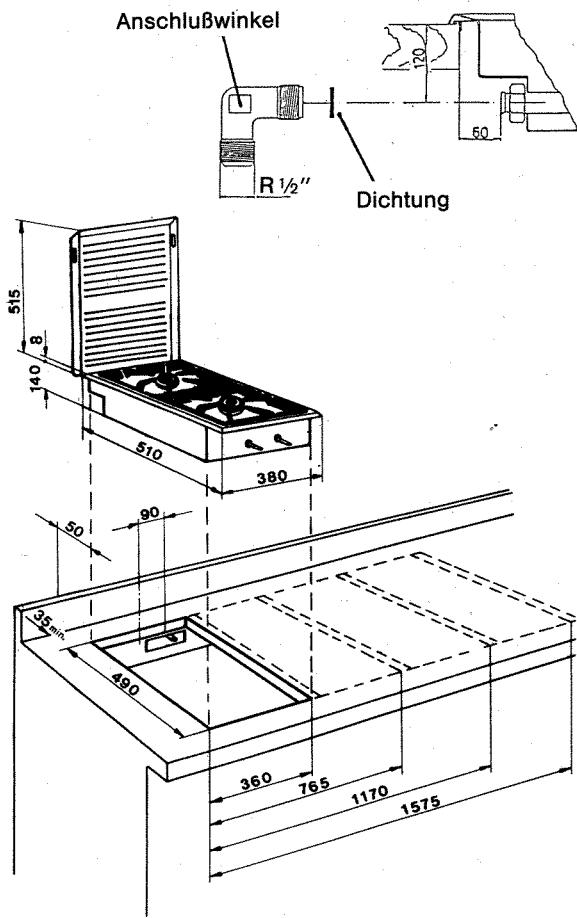

Abb. 3
Das Gerät ist mit dem beiliegenden Anschlußwinkel R 1½" und beiliegender Dichtung (siehe Abb. 3) mittels einer festen Anschlußleitung oder einem typgeprüften Gas-Sicherheitsschlauch nach DIN 3383 Teil 1 anzuschließen. Da die Temperatur der Gehäusewanne 70 K nicht übersteigt, kann auch eine Sicherheitsgasschlauchleitung aus Nichtmetall mit einer Mindesttemperaturbeständigkeit von 70 K als Anschlußleitung verwendet werden.
2. Den Arbeitsplattenausschnitt gemäß Abb. 3 ausführen. Bei Einbau eines Zwischenbodens sind von der Oberkante der Arbeitsplatte zur Oberkante Zwischenboden 150 mm einzuhalten.